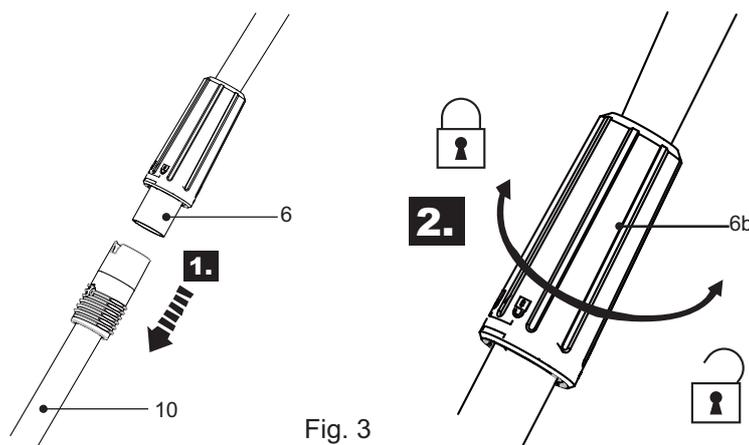

Fig. 3
- > Insérez la perche inférieure [6] dans la rallonge de perche [10] (Fig. 3, étape 1). Fixez le raccord avec la bague de verrouillage [6 b]. (Fig. 3, étape 2)